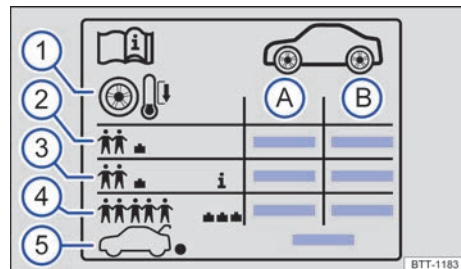

Fig. 309 Símbolos en el adhesivo de la presión de inflado de los neumáticos.
Datos que figuran en el adhesivo de la presión de inflado de los neumáticos → fig. 309:
En función del vehículo, el adhesivo de la presión de inflado de los neumáticos puede incluir una presión de inflado de confort → fig. 309 ③. La presión de inflado de confort permite aumentar el confort de marcha. Cuando se circula con la presión de inflado de confort, puede que se incremente el consumo de combustible.